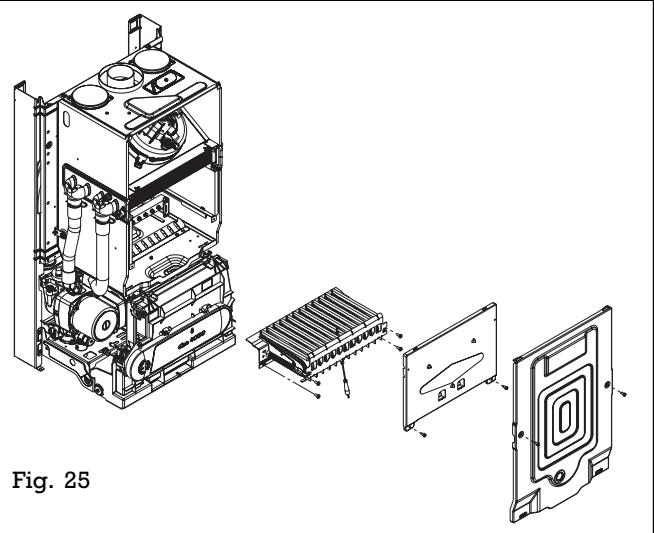

Fig. 25
- déposer l'habillage (3 vis - fig.21) et les 2 faces avant de la chambre de combustion (fig.25)